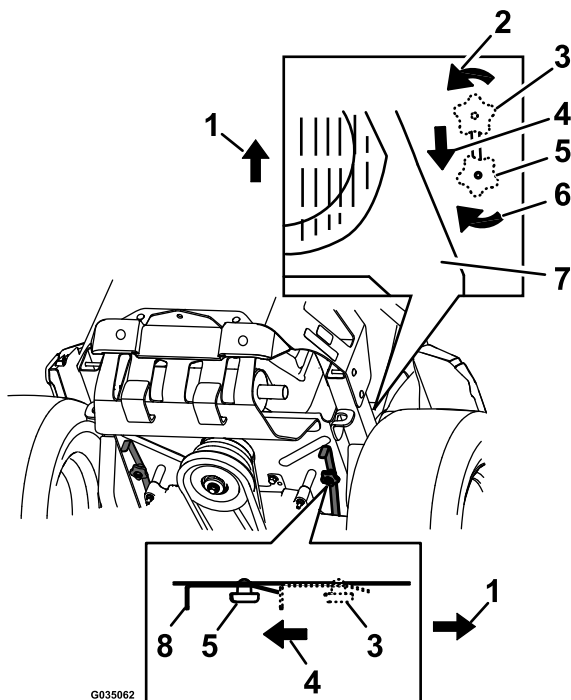

Bild 34
3. Zum Schieben der Maschine bewegen Sie die beiden Bypasshebel nach hinten und arretieren sie (Bild 34).
5. Zum Fahren mit der Maschine bewegen Sie die beiden Bypasshandräder in die VORWÄRTS-Stellung und arretieren sie (Bild 34).